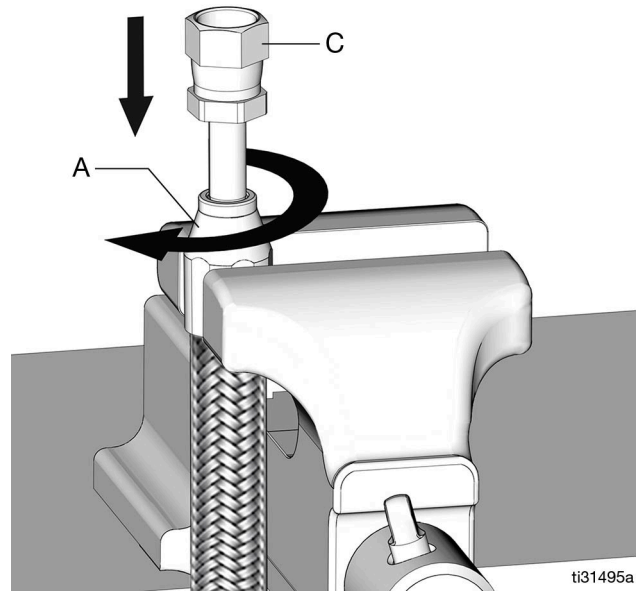

FIG. 68
7. Presione ligeramente la boquilla (c) en el casquillo (a). Atornille la boquilla en sentido horario en el casquillo y la manguera (Fig. 68).